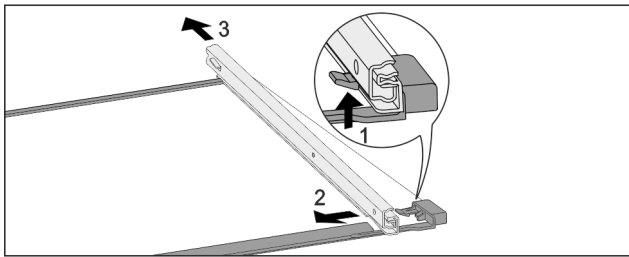

Fig. 70 Tablette en verre avec rails
- Pousser le crochet d'enclenchement avant vers le bas. Fig. 70 (1)
- Pousser le rail télescopique vers le côté Fig. 70 (2) et vers l'arrière Fig. 70 (3).